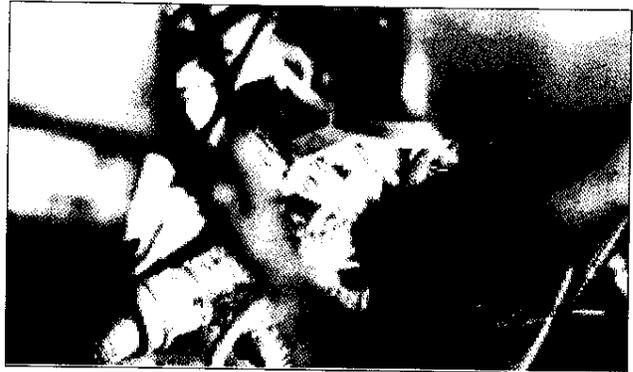

Fig. 18
- Usando una llave de punta hexagonal y esférica de 4 mm o un destornillador, saque el perno que fija el perno conector eléctrico de 50 patillas en el ECM (Fig. 18). Durante la extracción del perno, desenchufe con mucho cuidado el conector del ECM.